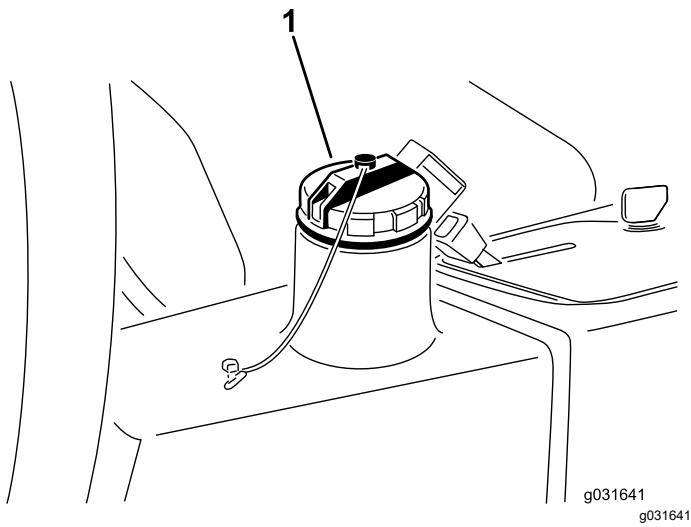

Figura 63
2. Limpie la zona alrededor del cuello de llenado y el tapón del depósito de aceite hidráulico (Figura 63).
3. Retire el tapón del depósito hidráulico (Figura 63).